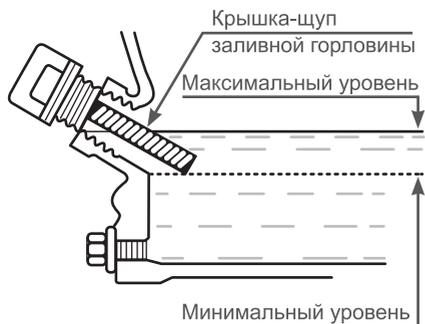

Рис. 25. Проверка уровня масла в картере
*Максимальный уровень масла в картере соответствует нижней кромке заливного отверстия (Рис. 25).*
7. При недостаточном уровне масла в картере необходимо долить чистое масло до верхней отметки на щупе, что соответствует нижней кромке заливного отверстия (Рис. 25).